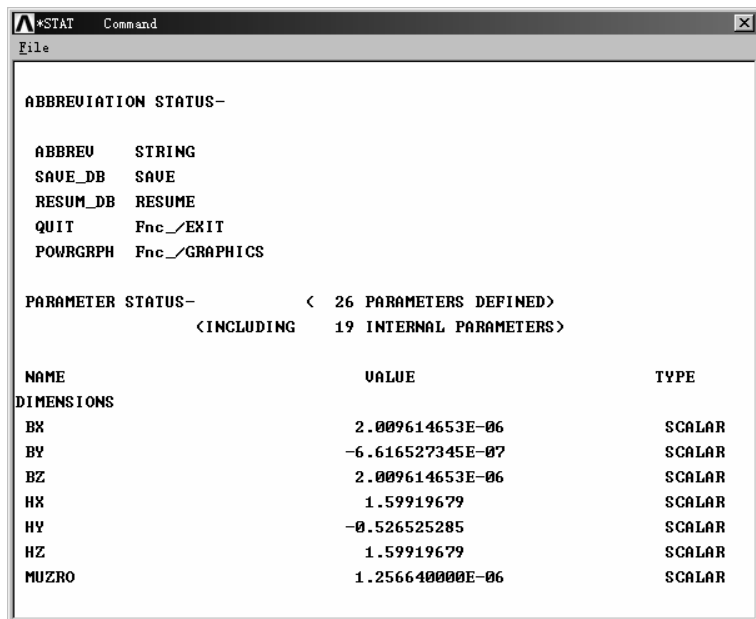

图 1-64 所有参数列表
(3) 查看所有参数选择路径 Utility Menu→List→Status→Parameters→All Parameters, 如图 1-64 所示。